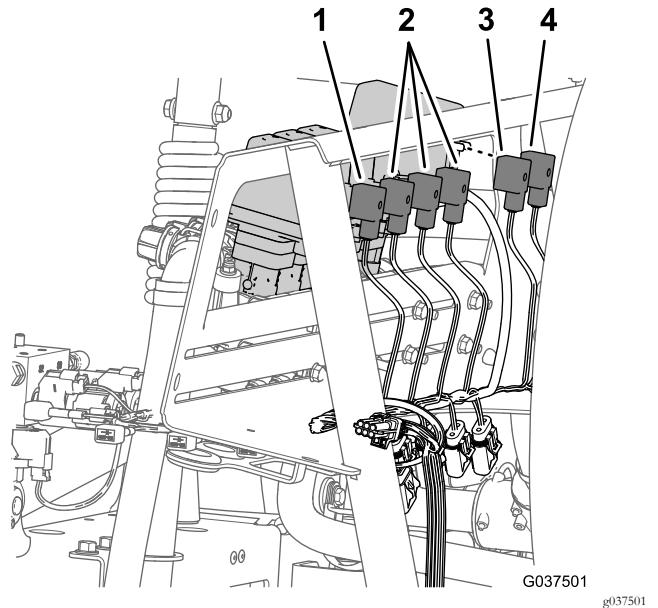

Figura 22
- Na traseira da montagem do coletor, desligue o conector de três tomadas da válvula de agitação e os conectores de três tomadas das três válvulas da secção da rampa (Figura 22).